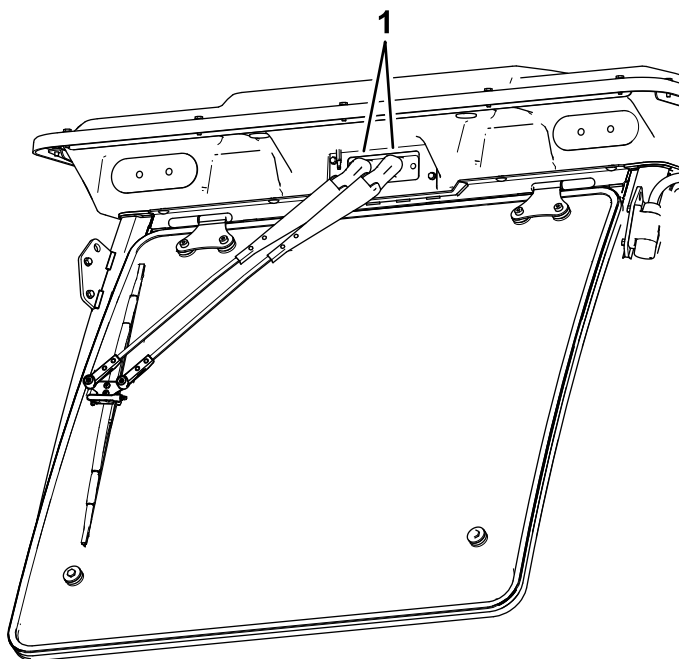

Рисунок 87
1. Откройте заглушки в верхней части рычагов стеклоочистителей (**Рисунок 87**).